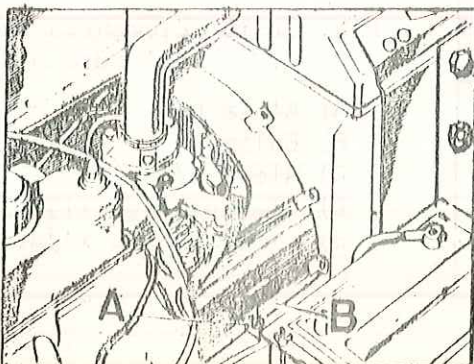

Fig. Q1-7 Elementos de fijación del encauzador
- 1.5. Desmontar el tornillo de fijación, A (Fig. Q1-7) de la tiranta al encauzador, B.